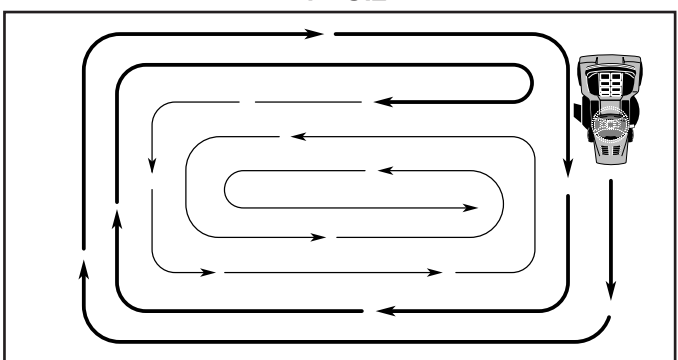

FIG. 8b
- Lorsque vous vous asseyez sur le siège du tracteur, démarrez le moteur. Après que le moteur marche, déplacez la commande des gaz à la position de demi-vitesse (1/2). Avec le levier de la commande de déplacement dans la position point mort (N), débrayez lentement la pédale de frein/embrayage.
- Déplacez lentement le levier de la commande de déplacement à la position de marche avant et ensuite quand le tracteur bouge environ de 150 cm (5 pieds), déplacez lentement le levier à la position de marche arrière. Après que le tracteur bouge environ de 150 cm (5 pieds), retournez le levier de la commande de déplacement à la position point mort (N). Répétez ce procédé trois (3) fois.
- Pour tondre une grande surface, on vous conseille de commencer par tourner à droite, de façon à ce que l'herbe ne soit pas déversée sur les arbustes, les clôtures, les allées, etc. Après un ou deux tours, tondez en sens inverse en tournant à gauche jusqu'à ce que le travail soit achevé (Voir la Fig. 8b).